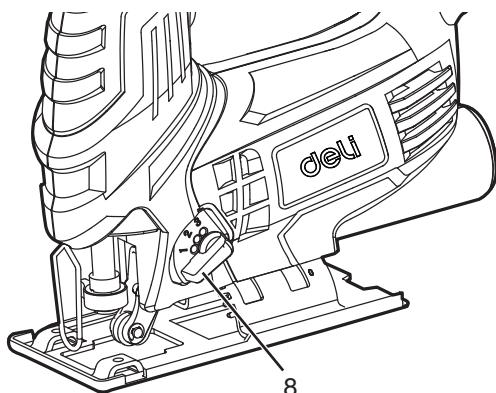

FIG. 6
**Nota:** Jamás se deberían cortar metales y maderas duras con acción orbital. Para ajustar la acción de corte, mueva la perilla de interruptor orbital (8) entre las cuatro posiciones de corte: 0, 1, 2, y 3. La posición 0 es el corte recto. Las posiciones 1, 2 y 3 son el corte orbital. La agresividad del corte aumenta en la medida que la perilla se mueve de uno a tres, siendo tres el corte más agresivo. (Véase la Fig. 6).